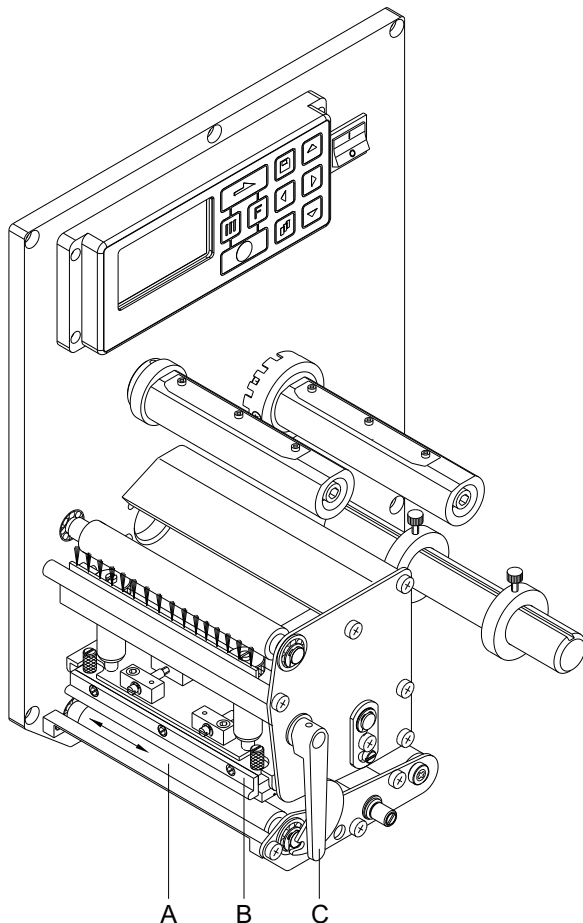

Abbildung 17
2. Roten Andruckhebel (B, in Abbildung 17) gegen den Uhrzeigersinn drehen, um den Druckkopf zu entriegeln.